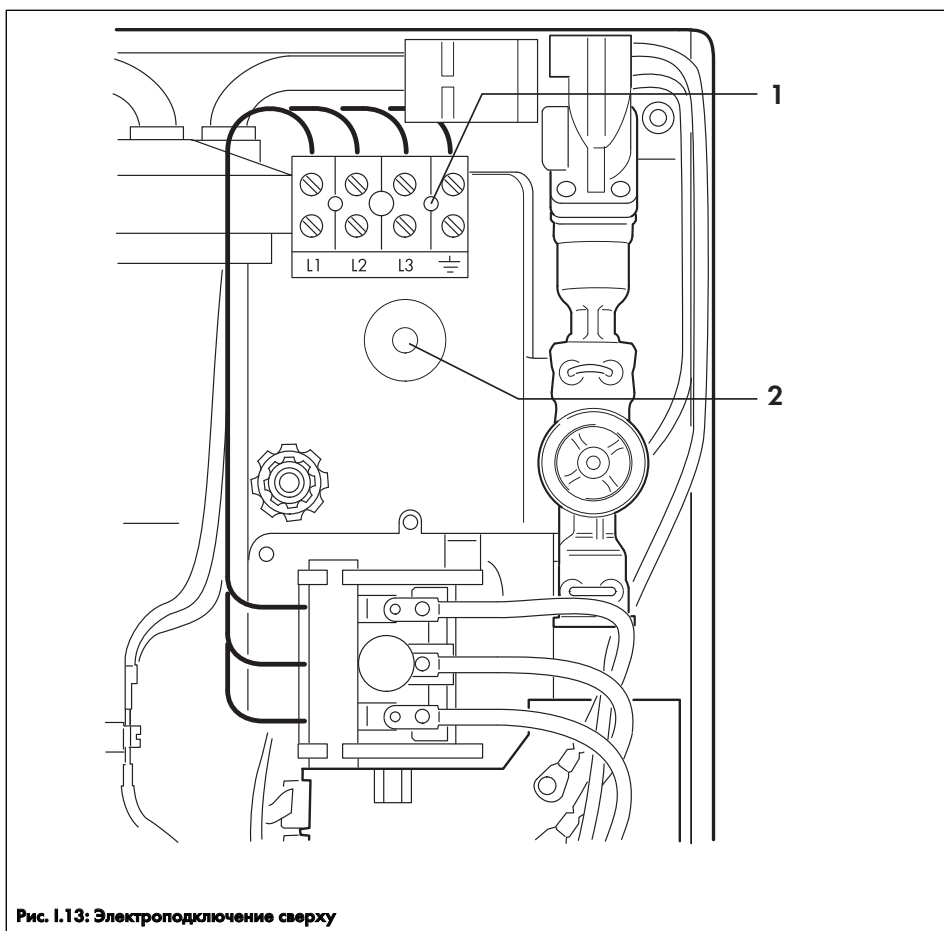

Рис. 1.13: Электроподключение сверху
- Выломайте заглушенное отверстие (2, рис. 1.13) для ввода электрического кабеля.
- Подключите провода L1, L2 и L3, а также защитный кабель к клеммной колодке (1, рис. 1.13).
- Отверните расположенную сверху клеммную колодку (1, рис. 1.13).